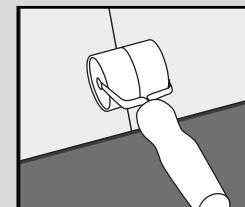

Fig. 4
- Fahren Sie mit der Verlegung der Dielen fort, bis die Reihe vollständig ist. Zur Unterstützung können Sie eine Handrolle verwenden (Abb. 4). Verwenden Sie im Bedarfsfall einen Gummihammer und ein Reststück des Produkts, um das Produkt sanft ineinander zu klopfen. Mit einem Zugeisen kann das Produkt entlang der Wände zusammengezogen werden (Abb. 5).